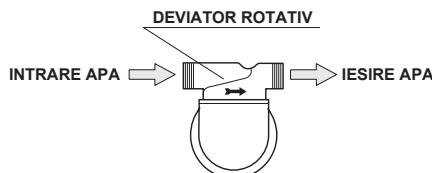

Fig.1
- Sageata imprimata pe deviatorul rotativ (fig.1) trebuie sa fie orientata pe fluxul apei. Filtrul poate fi cuplat pe tevi verticale sau orizontale multumita deviatorului din alama, care poate fi rotit 360°.